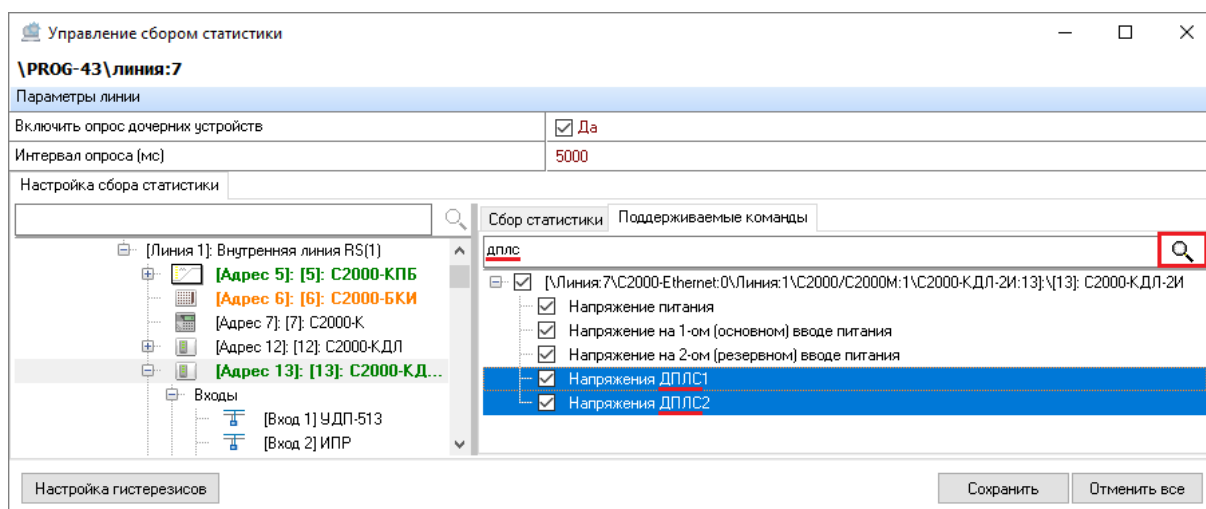

Рисунок 6-238 Результаты поиска в списке параметров для опроса
- если в списке параметров для опроса есть параметры, наименование которых содержит введенное сочетание символов, то они будут выделены в списке параметров для опроса (см. Рисунок 6-238);